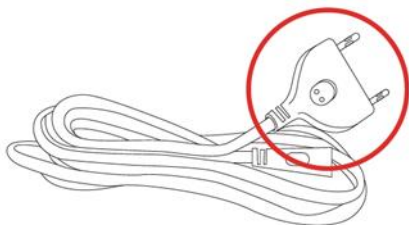
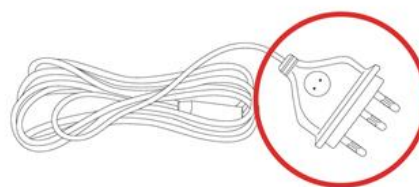

Рис. 2.4. Биполярный
Рис. 2.5. Монополярный
1. Прикрепите биполярный присоединительный шнур ВЧ-прибора (рис. 2.4 ниже, биполярный присоединительный шнур ВЧ-прибора имеет двухконтактную вилку) и монополярный присоединительный шнур ВЧ-прибора (рис. 2.5 ниже, монополярный присоединительный шнур ВЧ-прибора имеет трехконтактную вилку) к передней панели ВЧ-приборов, как показано на рис. 2.6.